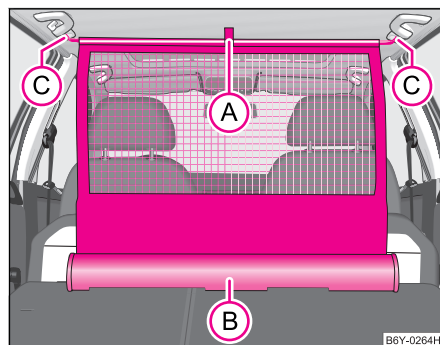

Fig. 63 Desenrollar la red divisoria
- Tire de la red divisoria por la lengüeta (A) y sáquela de la caja (B) ⇒ fig. 63.
- Monte la barra transversal en el alojamiento (C), primero en un lado, y presione la barra transversal hacia delante.
- Sujete de igual modo la barra transversal en el otro lado del vehículo, alojamiento (C).